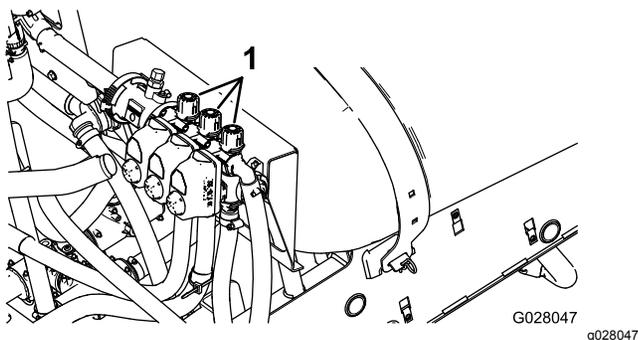

Figura 29
11. Desligue a rampa esquerda e ajuste o manípulo de distribuição da rampa (Figura 29) até que a leitura da pressão se encontre no nível previamente ajustado (habitualmente 2,75 bar).
2. Fechada (0)
13. Ajuste o manípulo de distribuição da rampa direita (Figura 29) até que a leitura da pressão se encontre no nível previamente ajustado (habitualmente 2,75 bar).
15. Ajuste o manípulo de distribuição da rampa central (Figura 29) até que a leitura da pressão se encontre no nível previamente ajustado (habitualmente 2,75 bar).